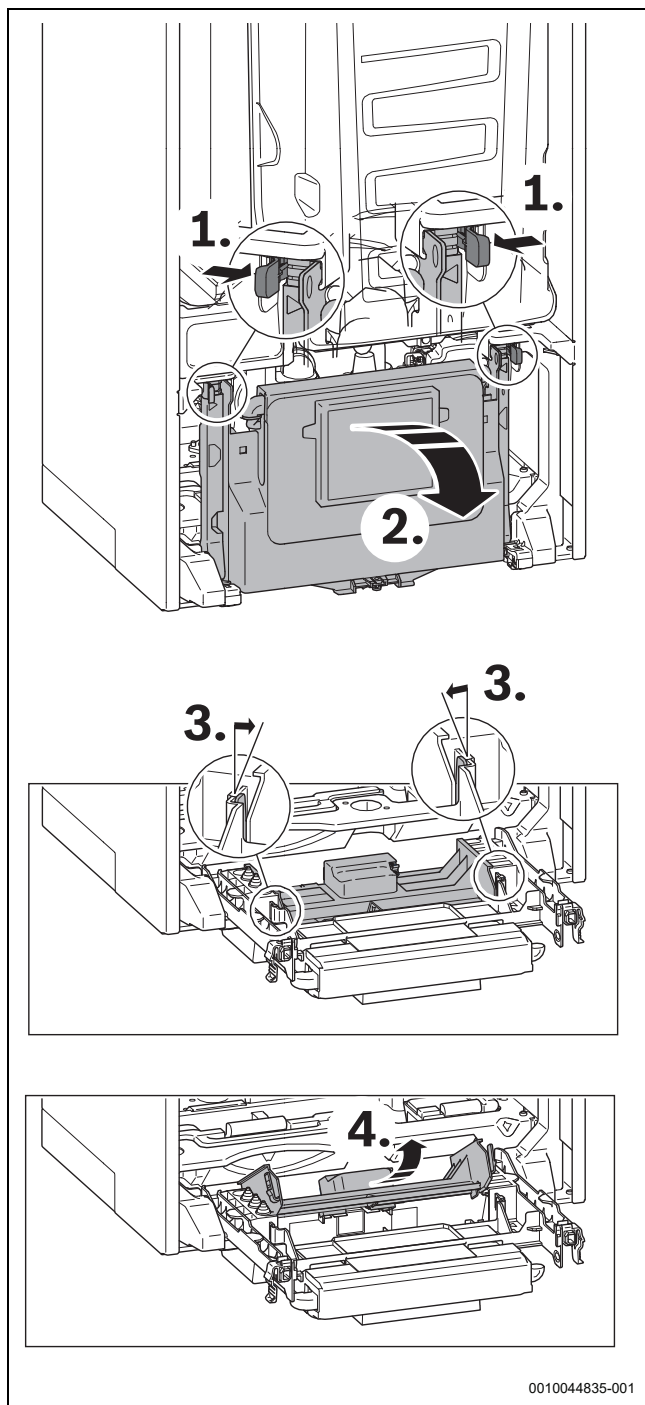

Bild 50 Steuergerät öffnen
- Steuergerät nach unten klappen (→ Bild 50).